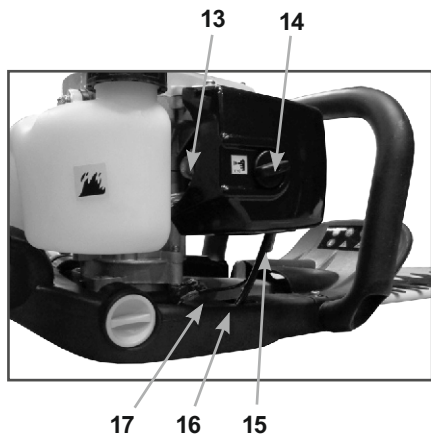

Рис. 1 Основные узлы и органы управления
Основные узлы и органы управления представлены на Рис.1.
- Установите выключатель зажигания 10 (Рис.1) в положение «I» (включено).